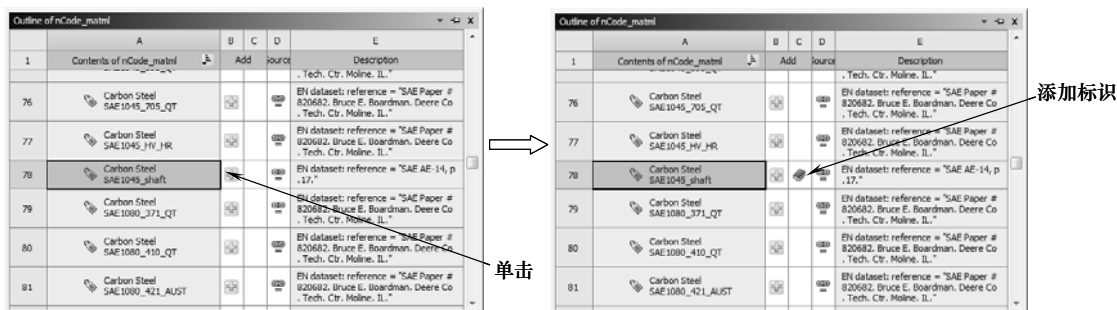

图 7-53 添加 Carbon Steel SAE 1045_shaft
5) 在【Outline of nCode_matml】窗口中单击 B78 栏的按钮, 此时在 C78 栏上会出现 (使用中的) 标志, 表明材料已经添加到分析项目之中, 如图 7-53 所示。